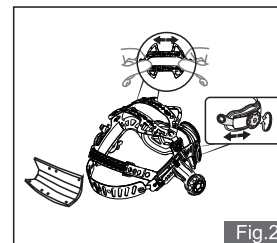
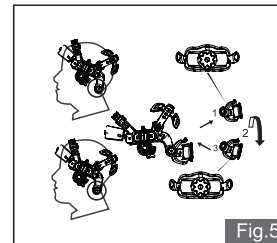

Fig.2
Fig.5
2. Justera huvudbandet för att göra det bekvämare och placera skyddet i rätt position efter individuella preferenser. Se Fig. 2–Fig. 5.